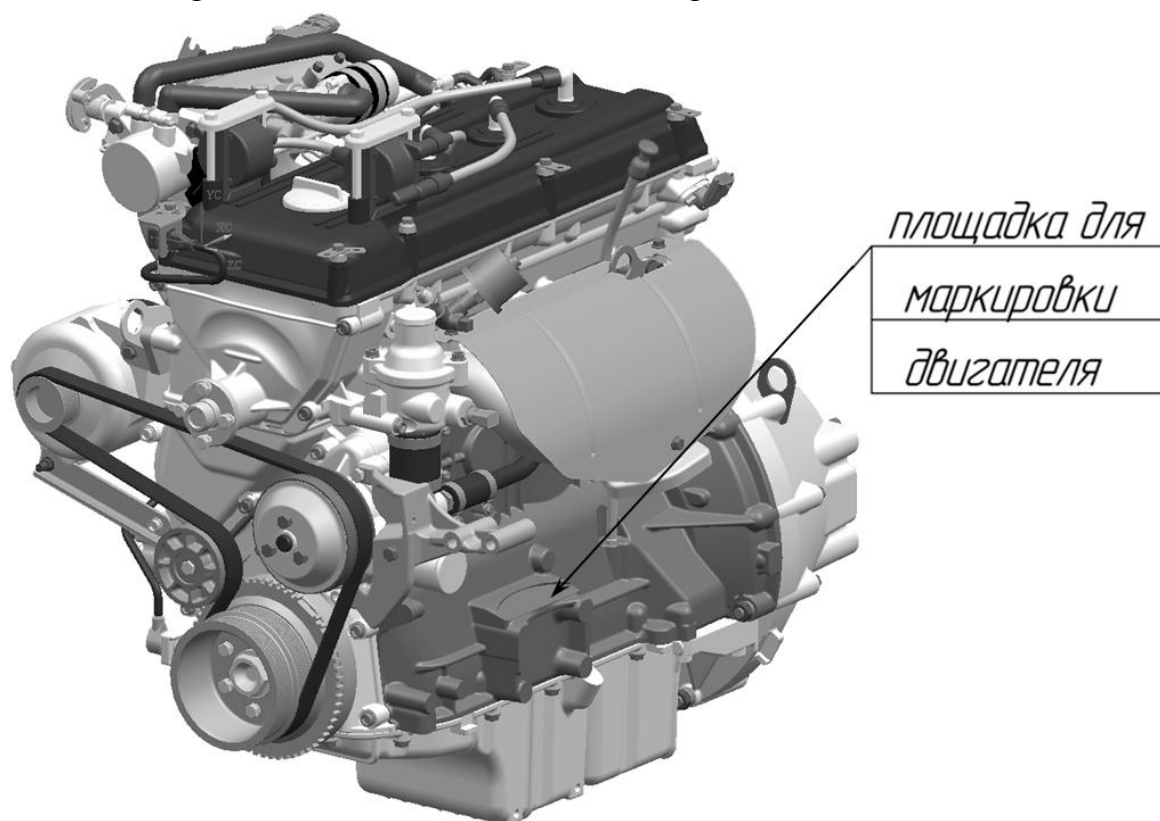
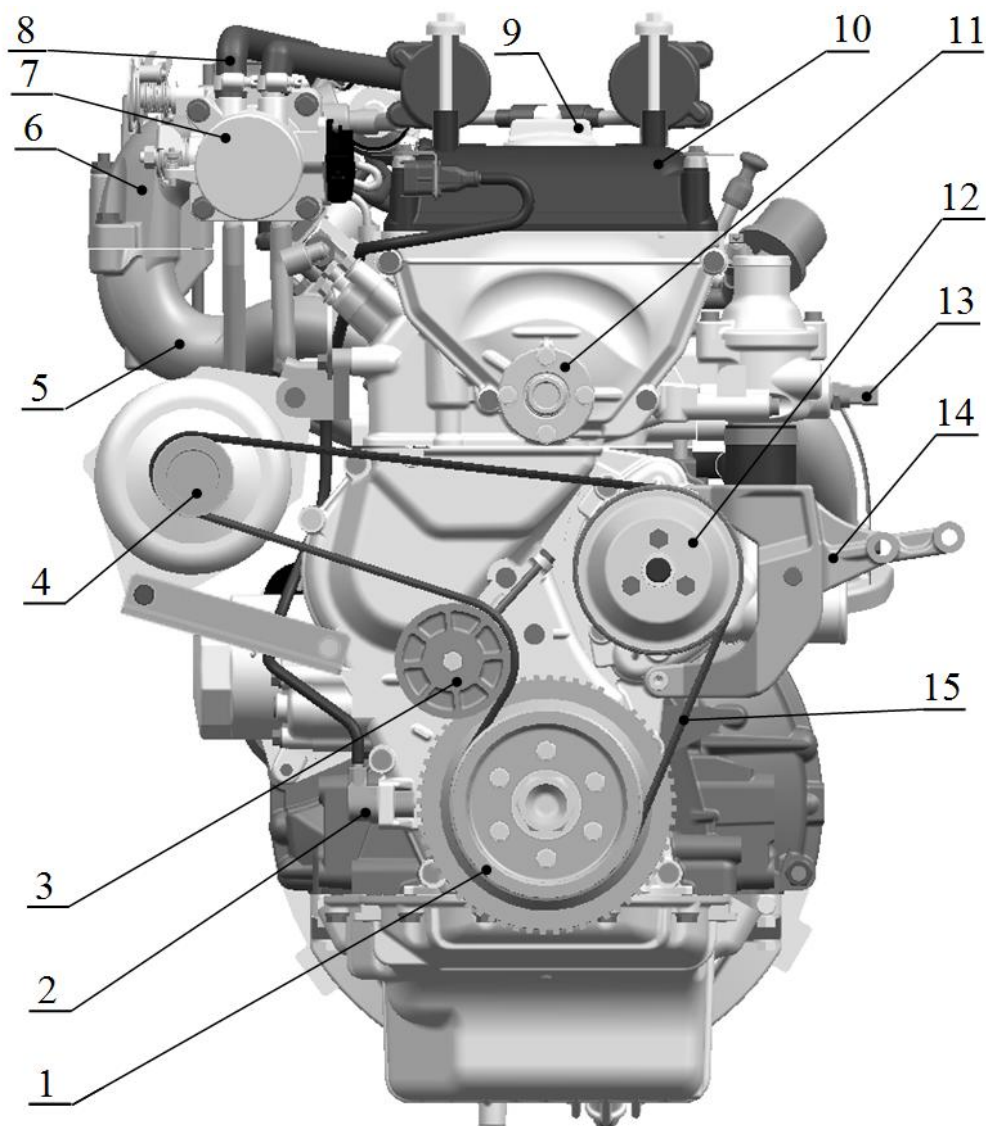

Рис.1. Общий вид двигателя (с кронштейном насоса ГУР)
Рис.4. Вид спереди двигателя с кронштейном насоса ГУР:
Общий вид, поперечный разрез и внешняя скоростная характеристика двигателя приведены на рис.1, 2, 3. Виды двигателя – на рис.4, 5, 6, 7, 8.
**Идентификационный номер двигателя** наносится в одну строчку на обработанную поверхность площадки блока цилиндров, находящейся с левой стороны над бобышками крепления передней опоры двигателя (рис.1).